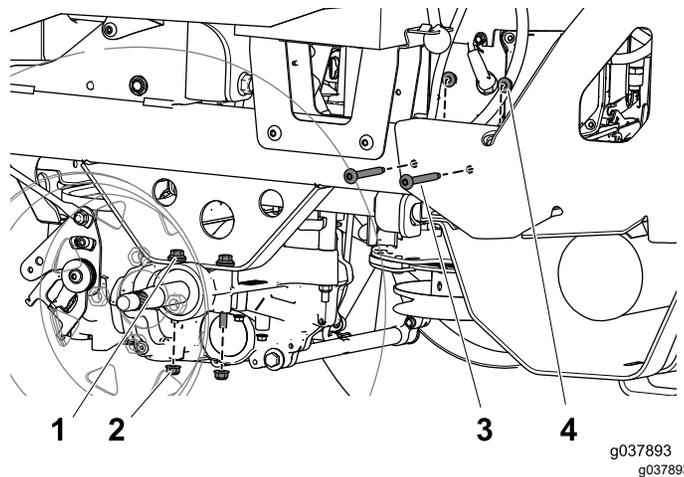

Figura 11
2. Retire los pernos y las tuercas que sujetan el lado izquierdo del protector trasero al bastidor (Figura 11).
3. Retire y guarde las 2 tuercas con arandela prensada que sujetan el conjunto de transmisión izquierdo al bastidor (Figura 11).